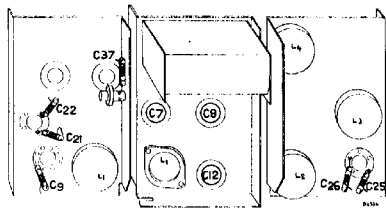

Fig. 2
1. Alvorens tot trimmen over te gaan, de was op de betr. condensatoren (fig. 2) met een warme soldeerbout los maken; na het trimmen de was wederom zacht en daarna hard laten worden.